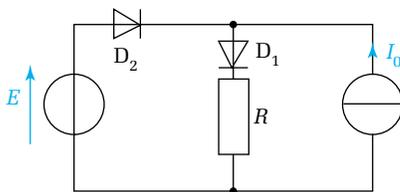

Figure 17.22
**2.** Les diodes  $D_1$  et  $D_2$  du montage de la figure 17.22 sont supposées parfaites. On donne :  $E = 48,0 \text{ V}$  ;  $I_0 = 4,0 \text{ A}$ . Pour quelles valeurs de la résistance  $R$  la diode  $D_2$  est-elle bloquée ?